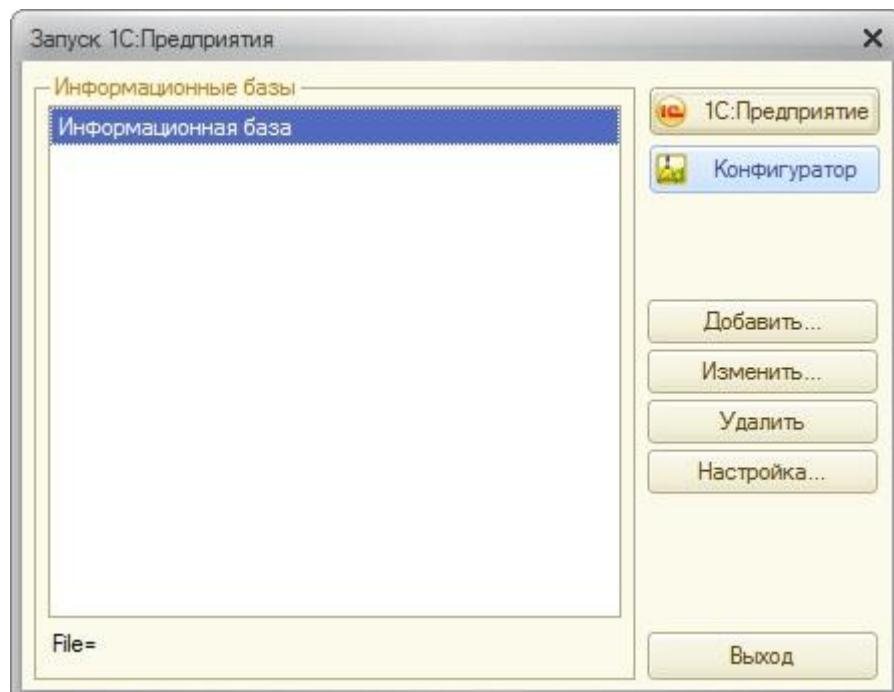

Рисунок 12 Открытие информационной базы в режиме «Конфигуратор»
- В диалоговом окне запуска 1С:Предприятие выберите созданную информационную базу. Запустите ее в режиме конфигуратора (кнопка «**Конфигуратор**», рис. 12).